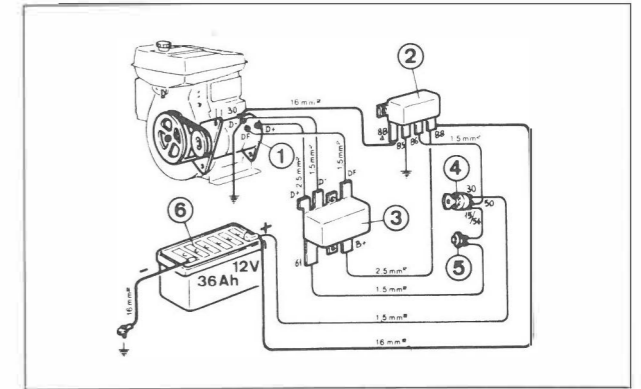

Fig. 57
- Insérer un ampéromètre de 15 Amp. à courant continu entre la borne (B+ /30) du régulateur et la borne (+) de la batterie (Fig. 57).
- Connect a 15 Amp. D.C. ammeter, in series, between terminal (B+ /30) on regulator and battery positive terminal (Fig. 57). If necessary, start engine a few times or switch lights on until battery tension drops below 13 Volts.
- Gleichstromamperemeter zu 15 A zwischen Klemme (B+ /30) auf dem Regler und Pluspol der Batterie einschalten (Abb. 57). Wenn nötig, einige Male den Motor anlassen, oder Stromabnehmer einschalten, bis die Spannung der Batterie unter 13 V sinkt.